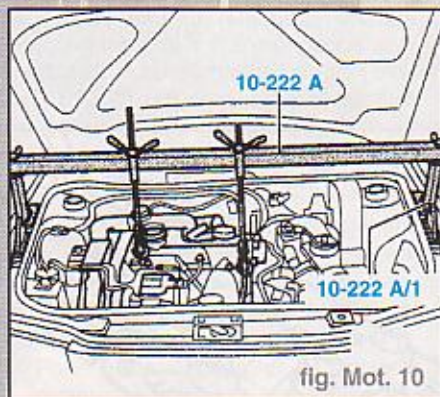

fig. Mot. 10
- Mettre en place le dispositif de maintien 10-222 A et réceptionner le moteur en position de montage (fig. Mot. 10).